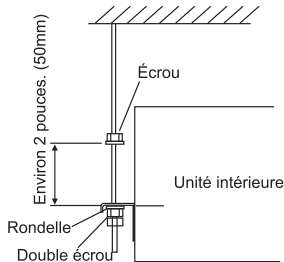

Fig. 3.5 Boulons de suspension et écrous
- (1) Comment attacher les boulons de suspension et les écrous comme illustrés sur les figures 3.5, les écrous sont fixés avec 4 boulons.